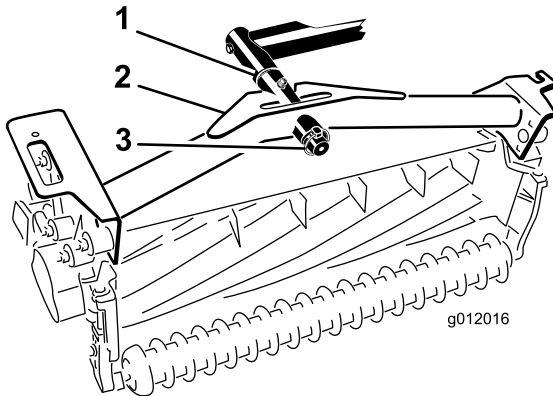

Figure 21
2. Poussez le bâti porteur de l'unité de coupe sur la tige de pivot et fixez-le en place avec une goupille à anneau (Figure 21).